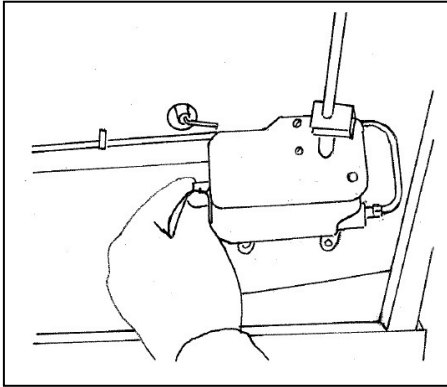

Bild 5
Erkennbar wird das durch ein Abreißen der Flamme bei Kleinstellung bzw. dadurch, dass bei einer Wiederinbetriebnahme das Öl nur sehr zögernd oder überhaupt nicht mehr in den Brennerkopf einläuft. In solchen Fällen ist die Reinigungsna- del (13) bei gleichzeitiger Hin- und Herbewegung in den Öleinlaufstutzen einzudrücken. Die Nadel wird hiernach wieder bis auf Anschlag zurückgezogen (Bild 5). In der Regel wird damit eine Reinigung wie nachfolgend beschrieben während einer Heizperiode vermeidbar sein.